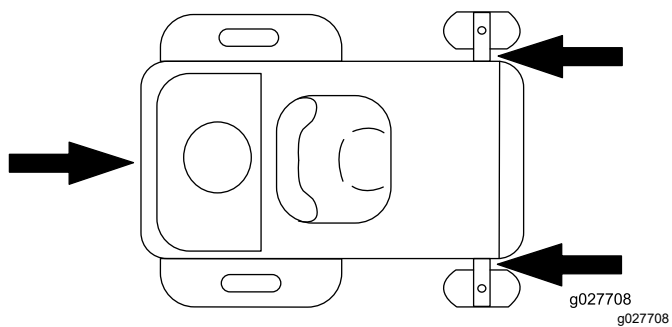

Figura 41
6. Amarre la máquina junto a las ruedas giratorias delanteras y el bastidor trasero con correas, cadenas, cables o cuerdas (Figura 41). Consulte la normativa local respecto a los requisitos de amarre.